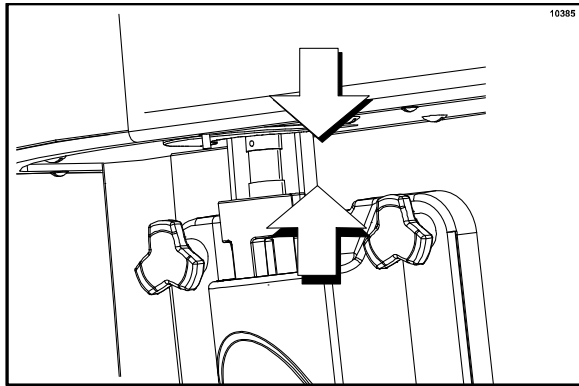

Abbildung 125
15. Den Sperring der Kreiselkupplung anheben und die Kreiselwelle in das Innere der Kupplung einführen, so dass der Sperring in die Sperrposition herabgleiten kann. (Siehe Abbildung 125.)